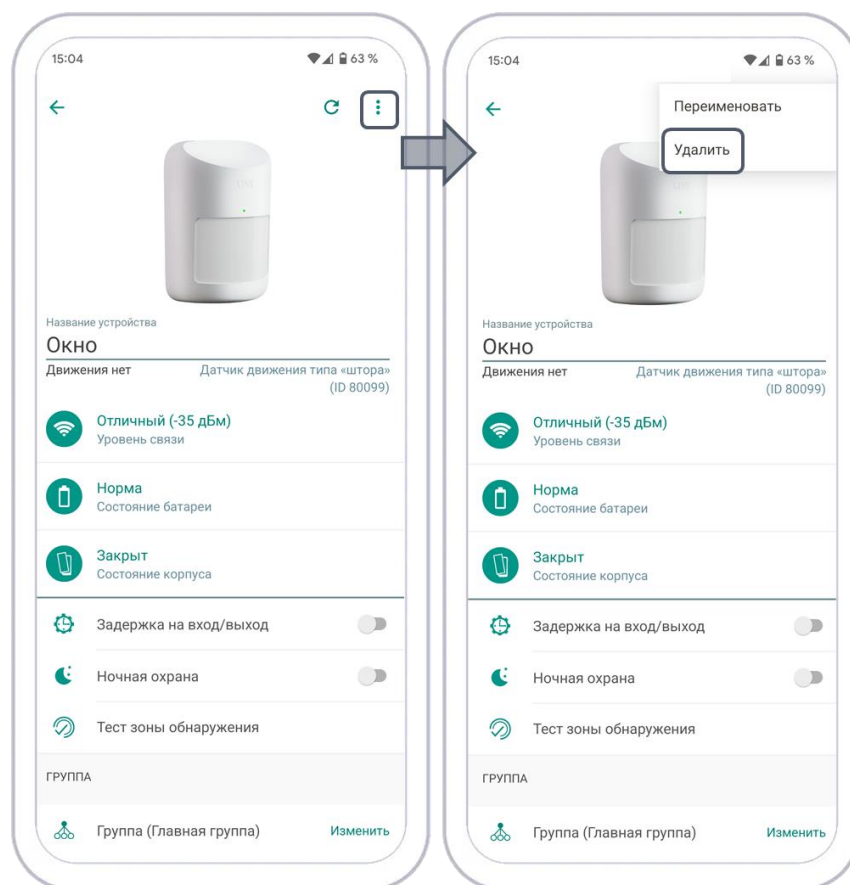

Рисунок 14.1 — Удаление радиоустройства в приложении
1. В приложении на экране настройки радиоустройства (см. рисунок 14.1).